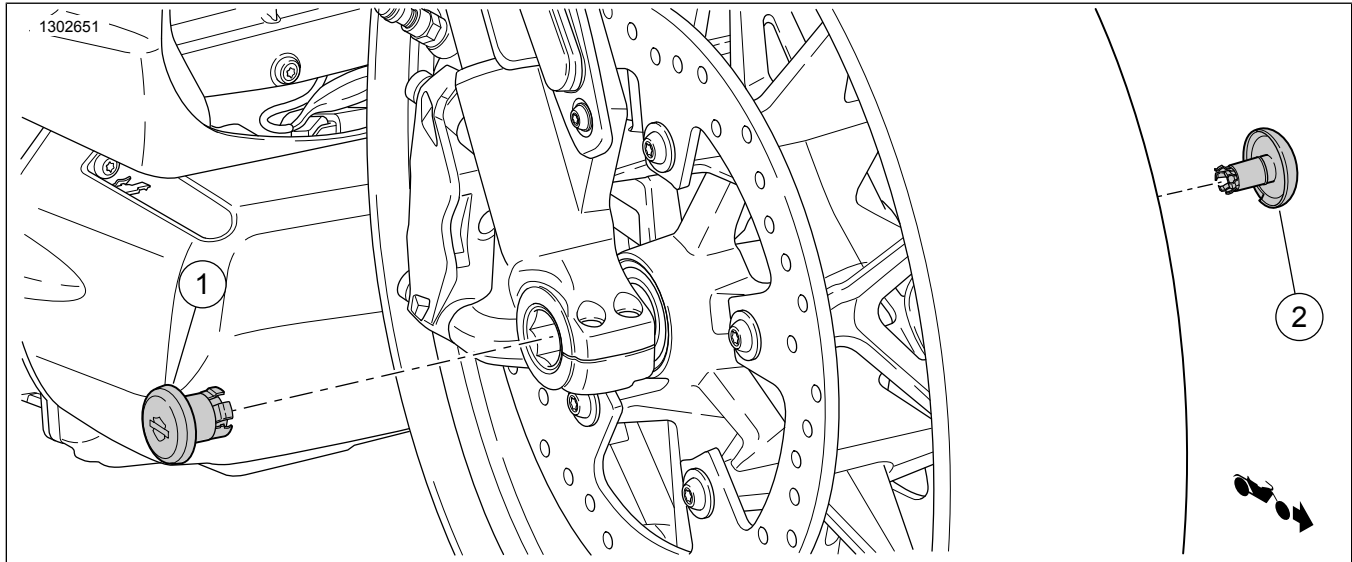

Figura 1. Contenido del kit: Cubiertas del eje
1. Vea Figura 1 . Abra las Equipo original (OE) cubiertas del eje (1,2).
1. Vea Figura 1 . Instale la **nueva** cubierta del eje lateral (hexagonal) de la izquierda (1).
2. Vea Figura 1 . Instale la **nueva** cubierta del eje del lado derecho (circular) (2).